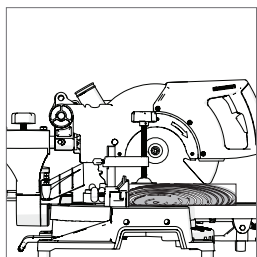

図27
- ・ ハンドルを静かに押し下げて押し切りをし、ブレード先端が下限位置まで下がってから、そのまま後方(ガイドフェンス側)にスライドさせ切断します。後方いっぱいまでスライドさせてください。(図27)